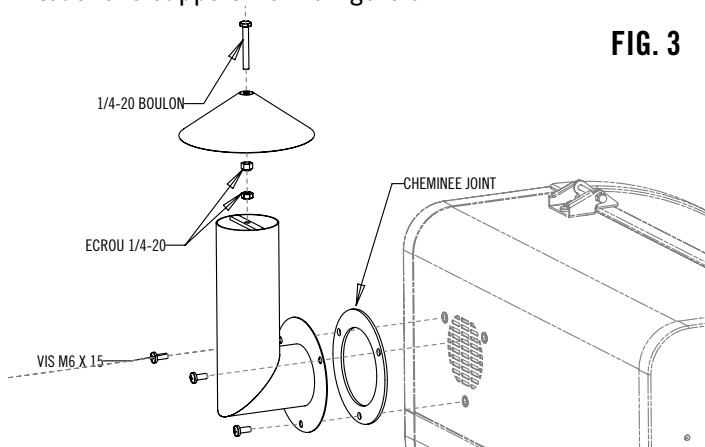

FIG. 3
1. Monter la cheminée sur le barbecue comme indiqué à la Fig. 3. S'assurer que le joint de la cheminée est placé entre le barbecue et la cheminée.
3. Placer le boulon M6 x 76 à travers le chapeau de la cheminée et l'attacher au moyen d'un (1) écrou M6. Visser un deuxième écrou sur le boulon en laissant environ 3,8 cm à partir de l'extrémité supérieure du chapeau. Visser l'ensemble du chapeau vers le bas dans le support de la cheminée jusqu'à ce que l'écrou du bas touche le support. Voir la figure 3.